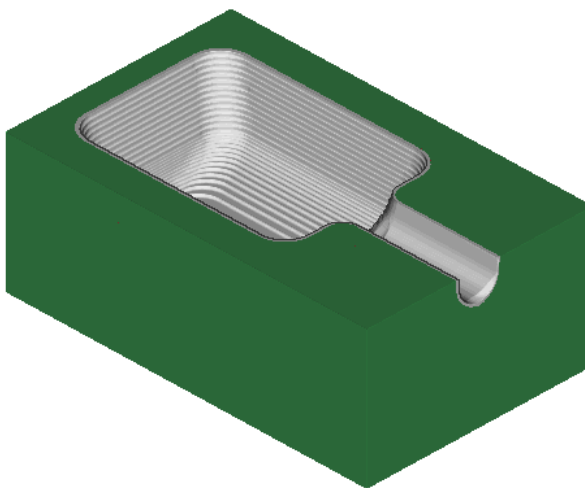

图 5-31
- 单击 , 切换到刀具视图, 单击 CAVITY_MILL 操作, 单击 MB3, 打开快捷菜单, 选择 COPY, 复制此操作, 单击刀具 D8R4, 单击 MB3, 打开快捷菜单, 选择 paste inside, 粘贴此操作, 如图 5-31 所示。